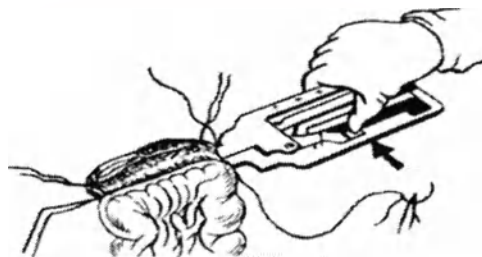

Рисунок 11. Фиксация половины аппарата в сомкнутом положении.
10.4. Сомкните половины аппарата, зафиксируйте их в сомкнутом положении, поворачивая рычаг до тех пор, пока указательная риска на рычаге займет положение между двумя рисками на упорной половине (рис. 11)